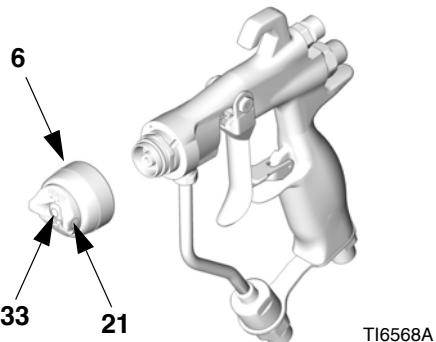

Рис. 35
- Снимите фиксирующее кольцо воздушной головки (6), воздушную головку (21) и распылительный наконечник (33). См. Рис. 35.